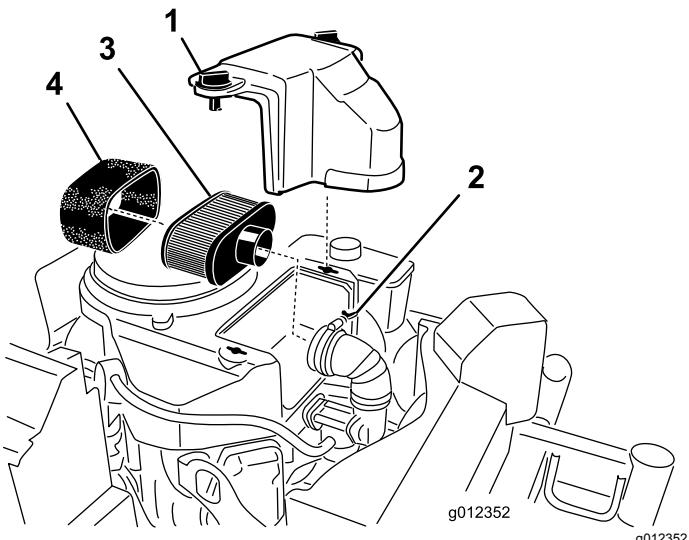

Figura 21
3. Limpe em torno do filtro de ar para impedir que a sujidade entre no motor e possa danificá-lo (Figura 21).
4. Desaperte os botões da cobertura e retire a cobertura do filtro de ar (Figura 21).
5. Desaperte o dispositivo de fixação de tubagem e retire o conjunto do filtro de ar (Figura 21).
6. Puxe cuidadosamente o elemento de esponja do elemento de papel (Figura 21).
1. Não limpe o filtro de papel. Substitua-o (Figura 21).
1. Faça deslizar cuidadosamente o elemento de esponja para o elemento de papel do filtro de ar (Figura 21).
- Coloque o conjunto do filtro de ar na base do filtro de ar e prenda-o com as 2 porcas de orelhas (Figura 21).
- Coloque a cobertura do filtro de ar na sua posição e aperte o botão da cobertura (Figura 21).